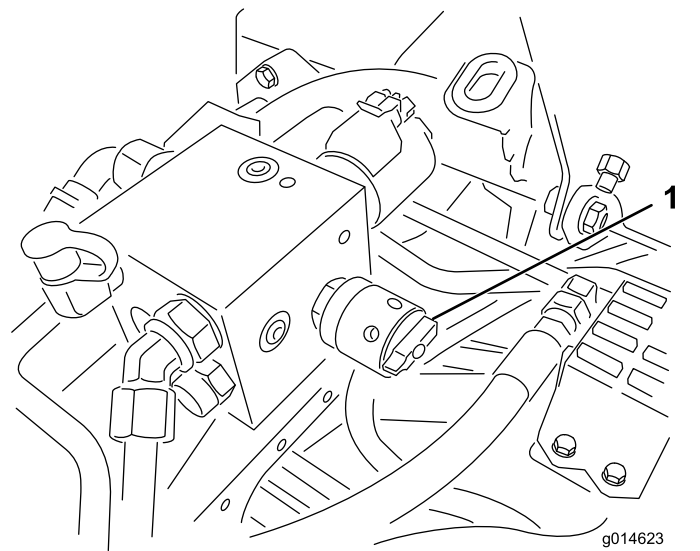

Figura 54
6. Rotiți butonul de control al vitezei cilindrului la setarea 1 (Figura 54).
4. Reglați viteza cilindrului prin rotirea butonului (Figura 54) până când săgețile indicatoare sunt în dreptul numărului pe care l-ați determinat la pasul 3.